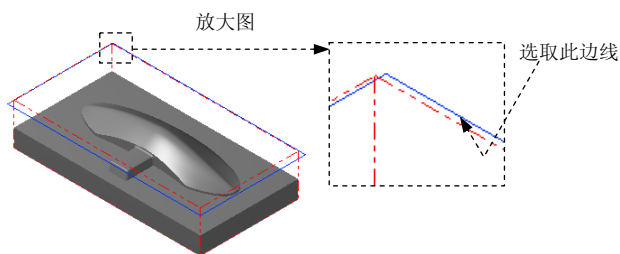

图 9.14 选取切削范围边线
(2) 设置加工边界。在**边界范围**区域中单击 **✎** 按钮，系统弹出“串连选项”对话框。在图形区中选取图 9.14 所示的边线，单击 **✓** 按钮，系统返回至“刀具路径的曲面选取”对话框。
(3) 单击  按钮, 完成加工区域的设置, 同时系统弹出“曲面粗加工等高外形”对话框。